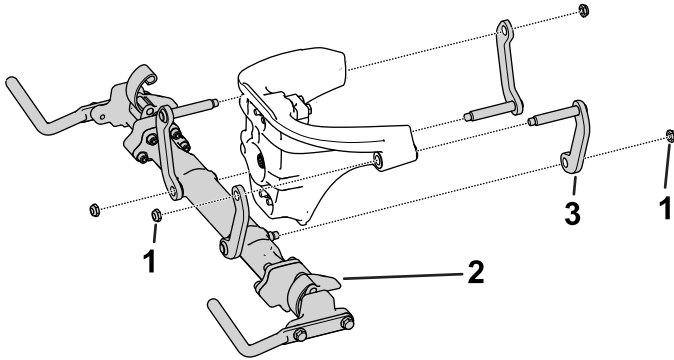

Bild 2
2. Entfernen Sie den Querträger, indem Sie die Muttern lösen und entfernen, mit denen die Lenkarme am Lenkkopf befestigt sind (Bild 2).
7. Befestigen Sie den Querträger am Lenkkopf (Bild 2).